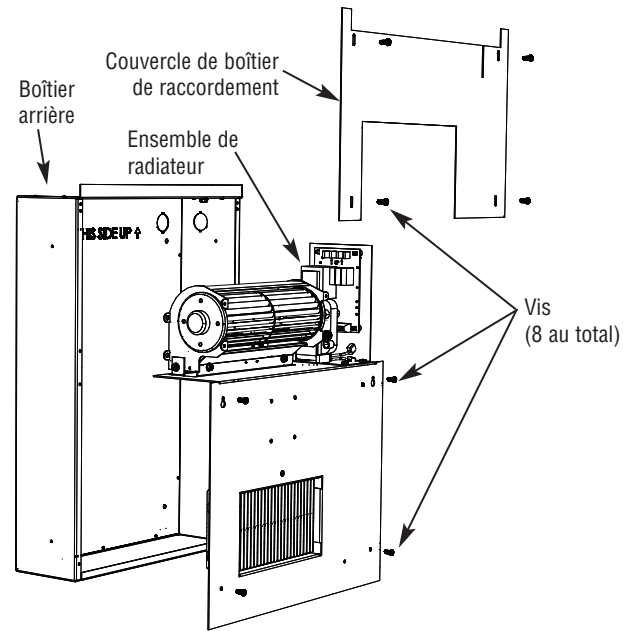

Figure 1 – Démontage de l'ensemble de radiateur du boîtier arrière
**REMARQUE :** Couvercle de boîtier de raccordement / ensemble de radiateur est en deux parties. La partie supérieure est nommée couvercle de boîtier de raccordement, la partie inférieure est nommée radiateur (Voir la Figure 1).